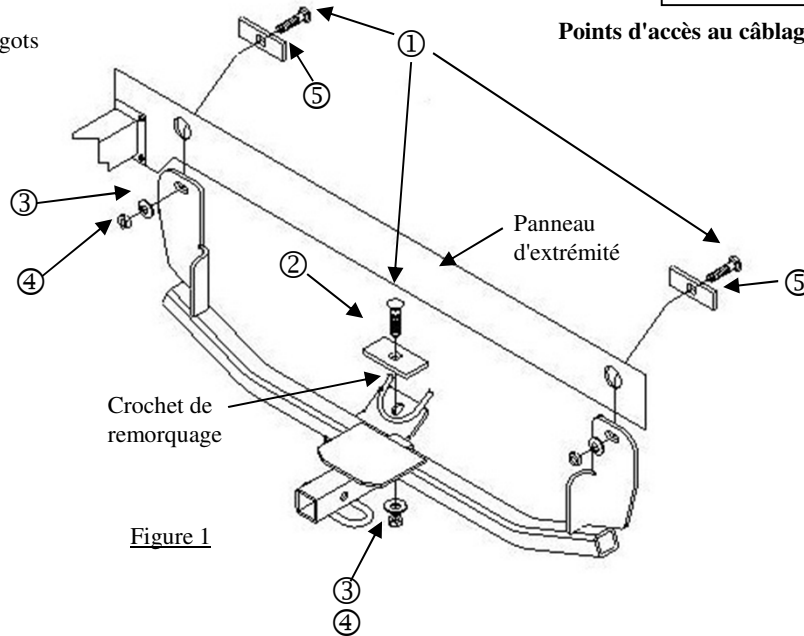

Figure 1
①	Qty. (3)	Carriage bolt 1/2-13 x 1.75 GR5	④	Qty. (3)	Hex nut 1/2-13
②	Qty. (1)	Spacer	⑤	Qty. (2)	Spacer
③	Qty. (3)	Conical washer	⑥	Qty. (1)	1/2" Pull wire
1. Place carriage bolt and spacer onto tow hook. As shown Figure 1.
①	Qté (3)	Boulon de carrosserie 1/2-13 x 1.75 GR5	④	Qté (3)	Écrou hexagonal 1/2-13
②	Qté (1)	Espaceur	⑤	Qté (2)	Espaceur
③	Qté (3)	Rondelle conique	⑥	Qté (1)	Fil de tirage 1/2"
- Placer un boulon de carrosserie et un espaceur sur le crochet de remorquage. Comme illustré à la Figure 1.